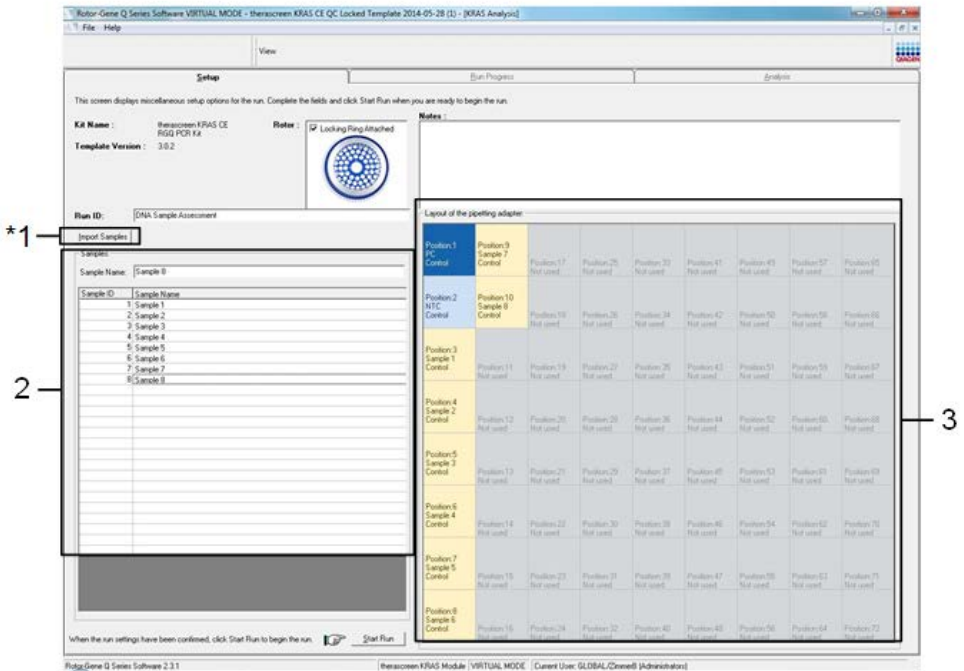

Figura 4. Introdução de nomes de amostras adicionais no campo de diálogo "Sample Name" (Nome da amostra).*
17.Repita o passo 16 para introduzir os nomes de todas as amostras adicionais (Figura 4).